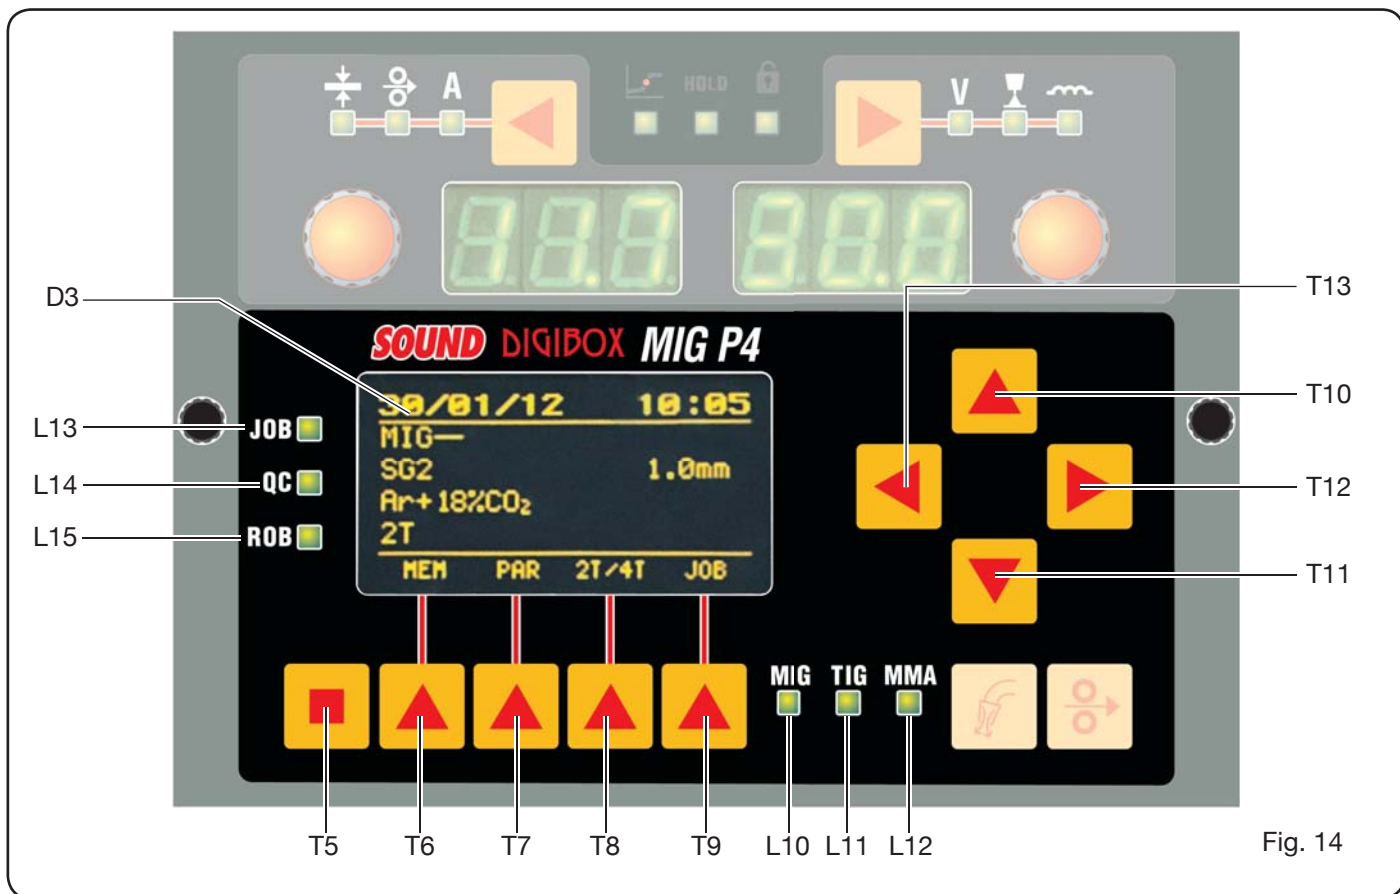

Fig. 14
6.2 INSTÄLLNINGSPANEL (FIG. 14).